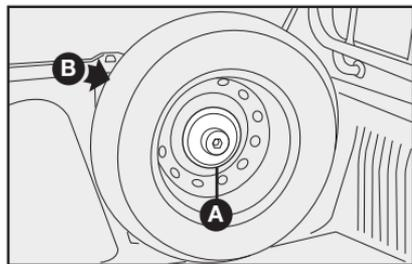

fig. 14
- Según la versión, afloje completamente la tuerca de fijación de la rueda de repuesto **A**-fig. 14, 15, 16 ó 17 y saque la misma de su alojamiento **B**-fig. 14, 15, 16 ó 17.
Coloque la rueda sustituida en uno de sus alojamientos (en la cabina de pasajeros o en el compartimiento de carga) fijándola adecuadamente con la tuerca de sujeción **A-fig. 14, 15, 16 ó 17**.